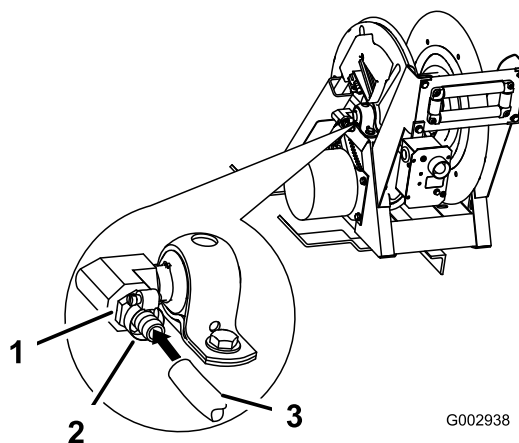

Figura 44
21. Aplique fita de Teflon no sentido contrário ao dos ponteiros do relógio, em torno das estrias do encaixe dentado (3/4 de polegada) e instale-o no pórtico de admissão ao lado da bobina da tubagem (Figura 44).